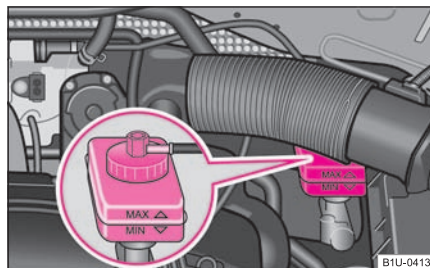

Fig. 155 Compartimentul motor: Rezervorul lichidului de frână
- Verificați nivelul lichidului de frână din rezervor ⇒ **fig. 155**. Nivelul trebuie să se găsească între marcasele „MIN” și „MAX”.